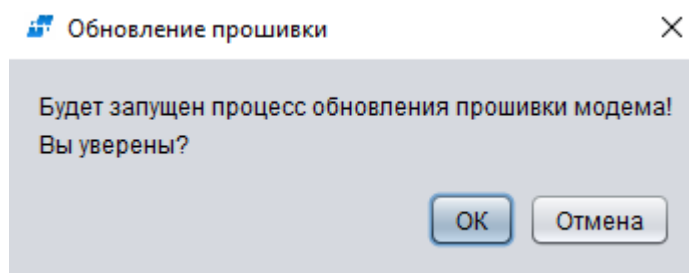

Рисунок 89 – Запрос на обновление прошивки
- Обновить прошивку – при нажатии на кнопку происходит запрос на принудительное обновление прошивки контроллера (см. рисунок 89). Перед обновлением прошивки необходимо ввести пароль Администратора.